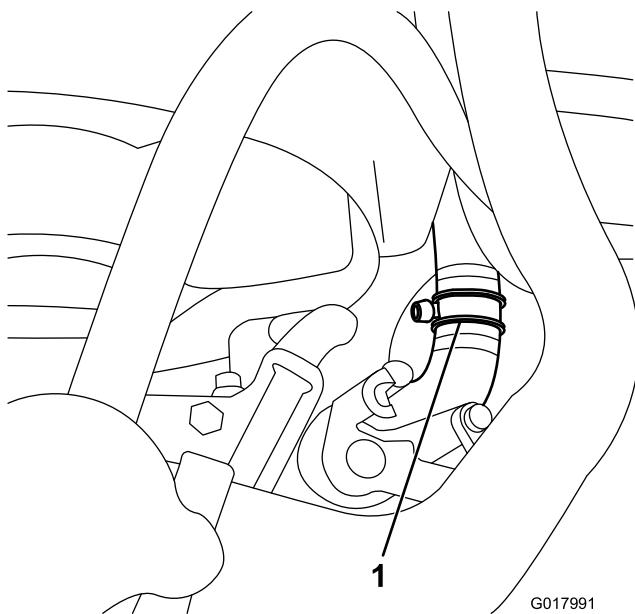

Figura 21
3. Corte o tubo inferior do radiador a cerca de 5 cm da extremidade do tubo que entra no radiador (Figura 21).
4. Ligue o encaixe em T a cada uma das novas extremidades cortadas do tubo inferior do radiador com 2 braçadeiras de tubos largas (Figura 21).